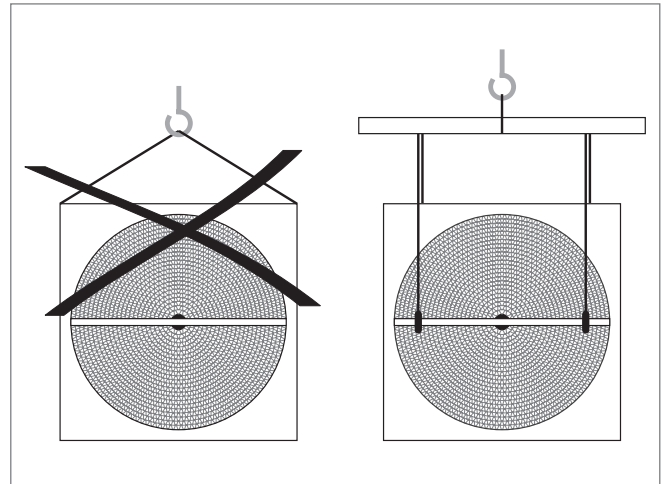

Fig. 23: Conseil de levage
- D'une manière générale, la charge de l'échangeur ne doit pas être concentrée sur un point, mais toujours être répartir sur une traverse de grue (Fig. 23).